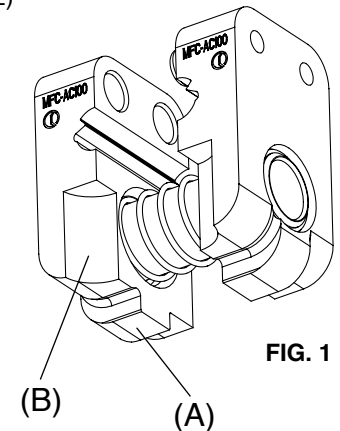

FIG. 1
- Débloquer la poignée (17); les matrices s'ouvrent et le conducteur est libéré.
2.5) Introduction du bloc-matrices (Voir Fig. 1 et 2)
- Extraire l'axe (02) et introduire le bloc-matrices à l'intérieur de la tête par le haut de façon à ce que les guides (A) se placent dans la gorge du fond de la tête et que les dégagements (B) sur le devant des matrices soient tournés vers la lame (10).
- Introduire l'axe (02) à fond jusqu'à la butée.